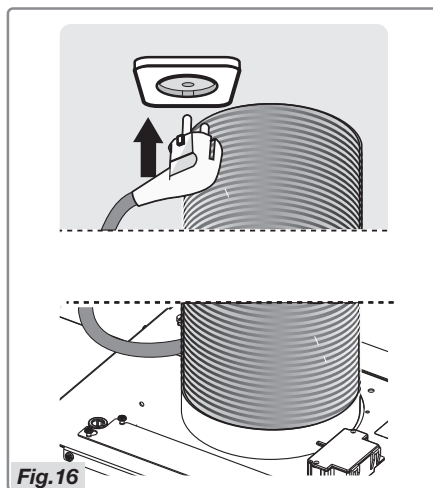

Fig. 16
- Branchez la fiche dans la prise que vous aurez mise hors tension au préalable (Fig. 16).